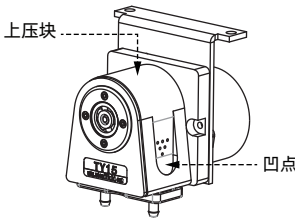

图3
- 步骤二: 按住两侧凹点处, 向上移动“上压块”打开(如图3)。